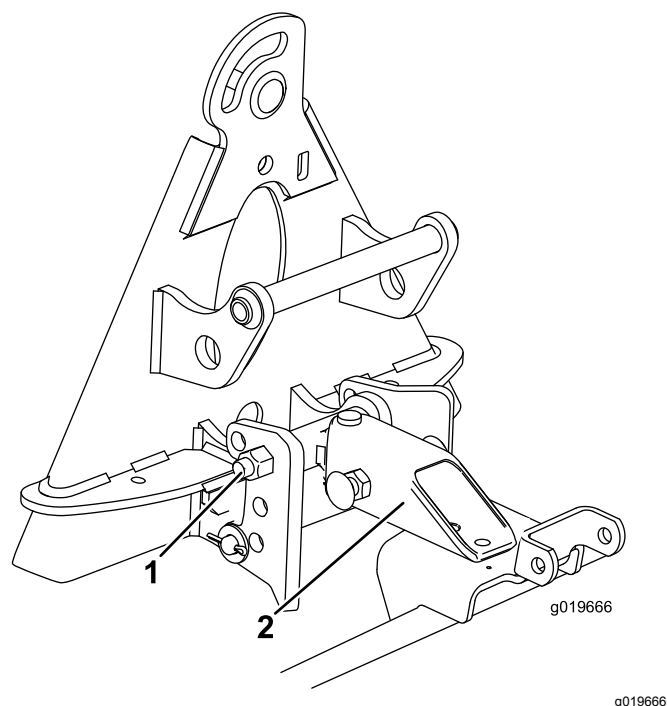

Figura 13
1. Monte el conjunto de enganche en los taladros superiores del soporte (Figura 13).
2. Alinee la cara más larga del tubo de enganche hacia abajo y montada en la cara superior de la barra de suspensión (Figura 13).